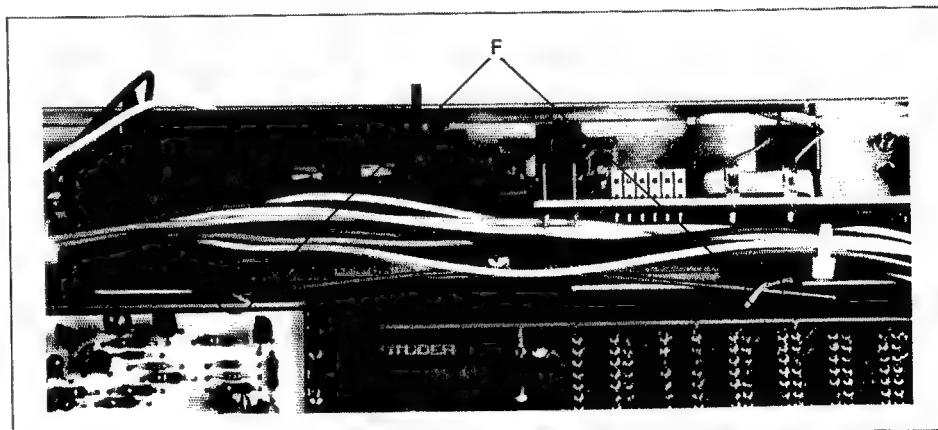

Fig. 2.8
- Die beiden Befestigungsklammern (F) (Fig. 2.8) des Display-Prints lösen, dadurch kann der Print sachte nach oben aus dem Chassis gezogen werden.
- Unfasten both mounting clips (F) (Fig. 2.8) of the display circuit board. The circuit board can now be carefully pulled out of the chassis towards the top.